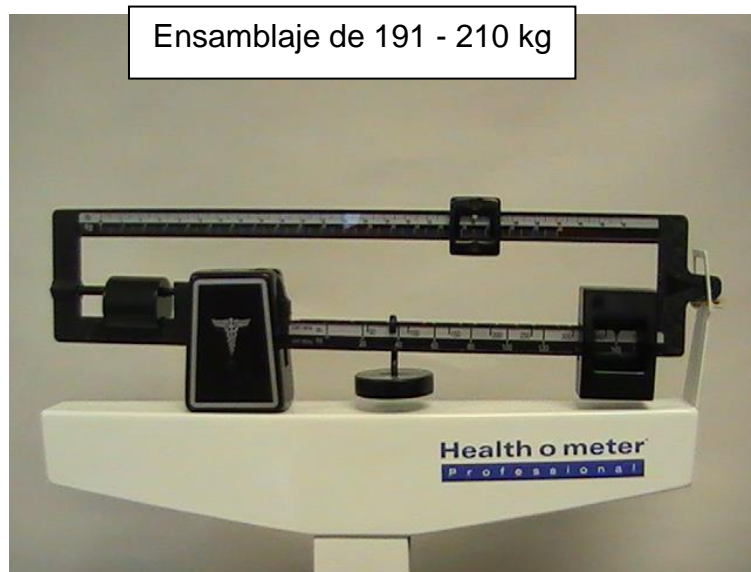

Figura 20
1. Cuando un paciente pese entre 191 - 210 kg, coloque el peso inferior en 160 kg. (Ver Figura 20 en la página 20)